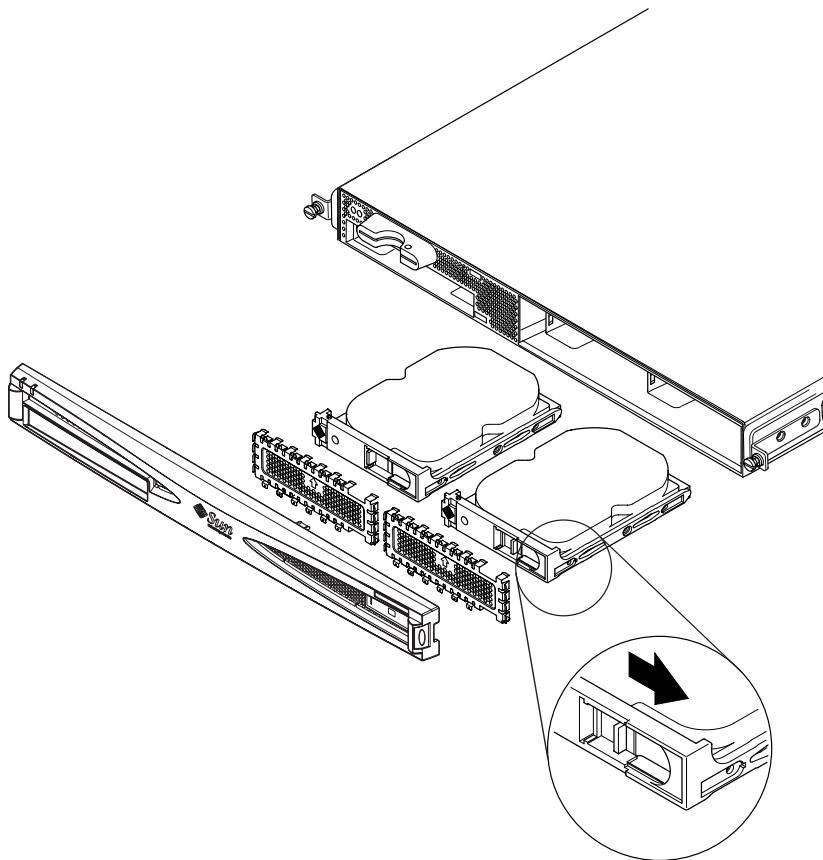

图 4-1 插入和卸下硬盘
- 如果是安装硬盘驱动器，请将其滑入到服务器前部的托架上（请参见图 4-1）。用力将其向内推入，直到金属控制杆合上为止（这表示它已与背板连接器连接上）。然后推动金属控制杆，直到硬盘驱动器锁定到位。
- 如果是卸下硬盘驱动器，找到硬盘前部的栓销，并将栓销向右推（请参见图 4-1）。这样就可打开金属控制杆。握住栓销，将硬盘从托架中拉出来，让它静止一会儿，以确保它已停止旋转。（如果在硬盘仍在旋转时将它完全卸下，回弹力可能会损坏它的轴承。）待它停止旋转后，将其从底架拉出。